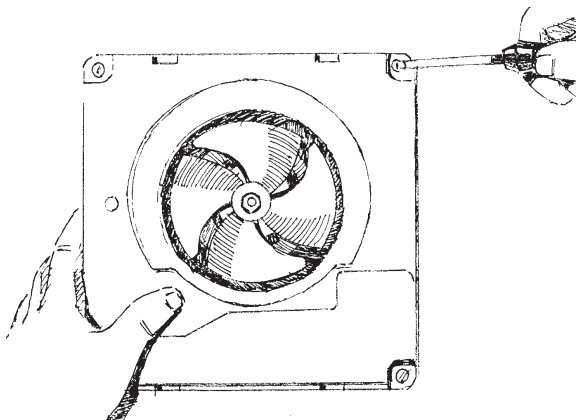

рис. 14
6. Закрепить вентилятор на стене шурупами (рис. 14).